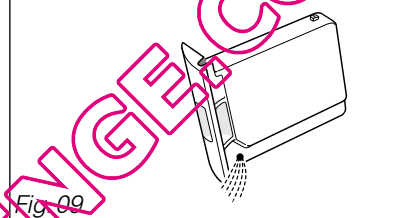

Fig. 09
Le bac de récupération doit être vidé après chaque cycle de séchage (Fig.09).
– Videz le bac (Fig. 09).